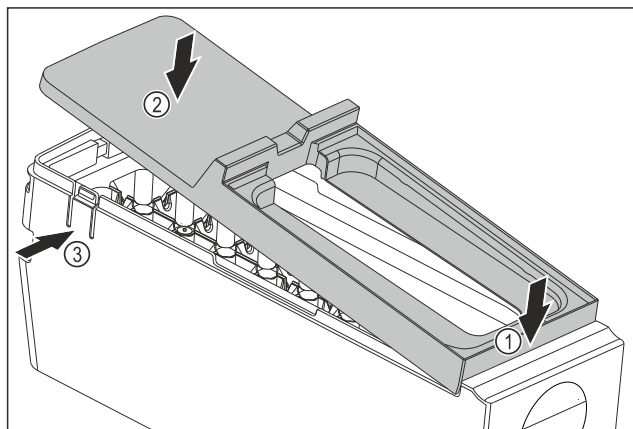

Fig. 80
- ▶ 安装 EasyTwist-Ice 机身的盖板：放置盖板前部。Fig. 80 (1)
- ▶ 降下盖板后部。Fig. 80 (2)
- ▷ 盖板卡入到两个接片 Fig. 80 (3)中，可以听见声音。